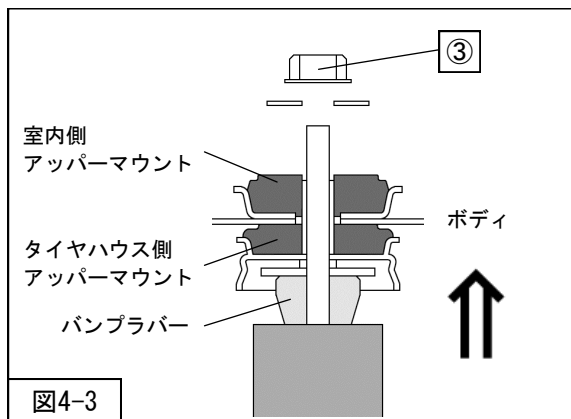

図4-3
5. ジャッキをストロークさせ、タイヤハウス側アッパーマウントをバンブラバーで押し、シャフト先端を室内側アッパーマウントから出してください。（図4-3）